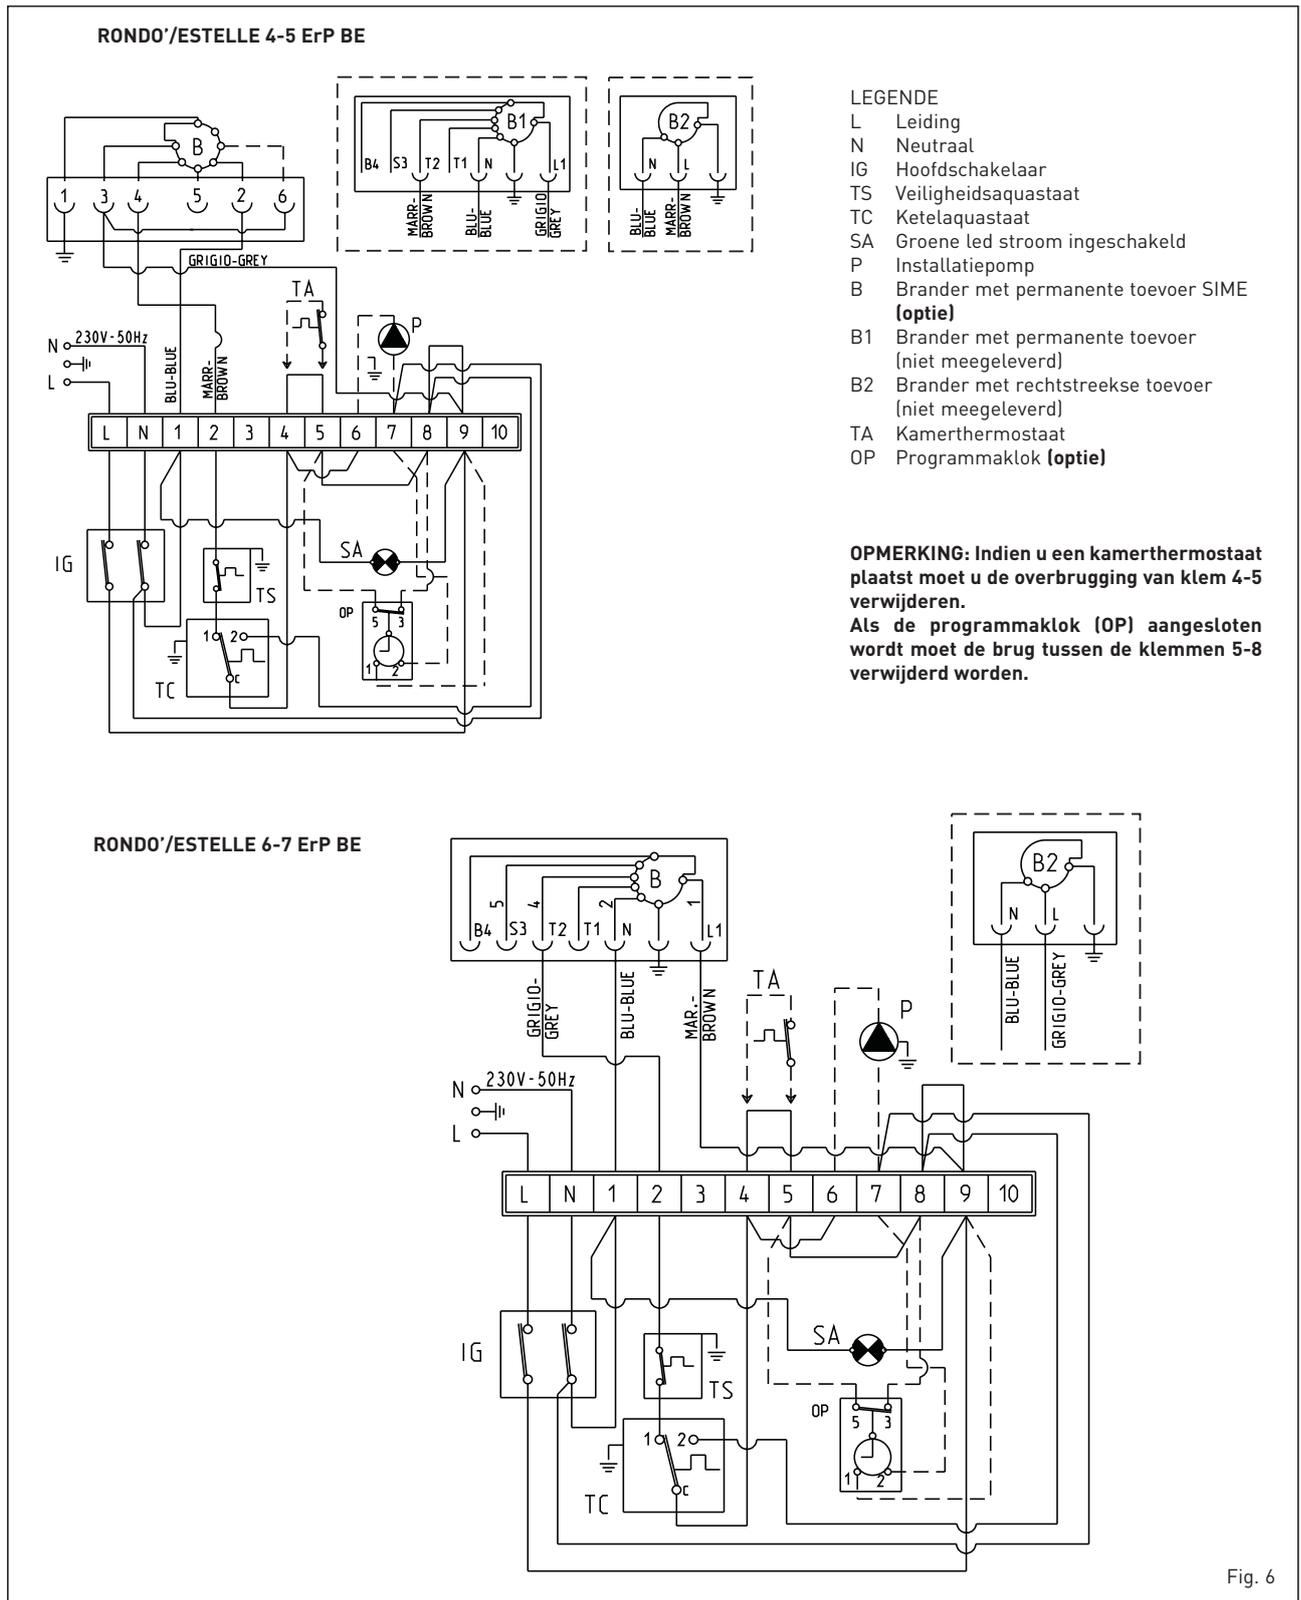

Fig. 6
De kamerthermostaat (die niet wordt meegeleverd) die noodzakelijk is voor het verkrijgen van een betere temperatuurregeling, dient te worden aangesloten zoals aangeduid op de schema's (fig. 6) en nadat de oorspronkelijke brug is verwijderd. Sluit vervolgens de bijgeleverde voedingskabel van de brander en van de circulatiepomp van de installatie aan.
- sluit de kabels aan zoals op het schema aangegeven staat (fig. 6/a).